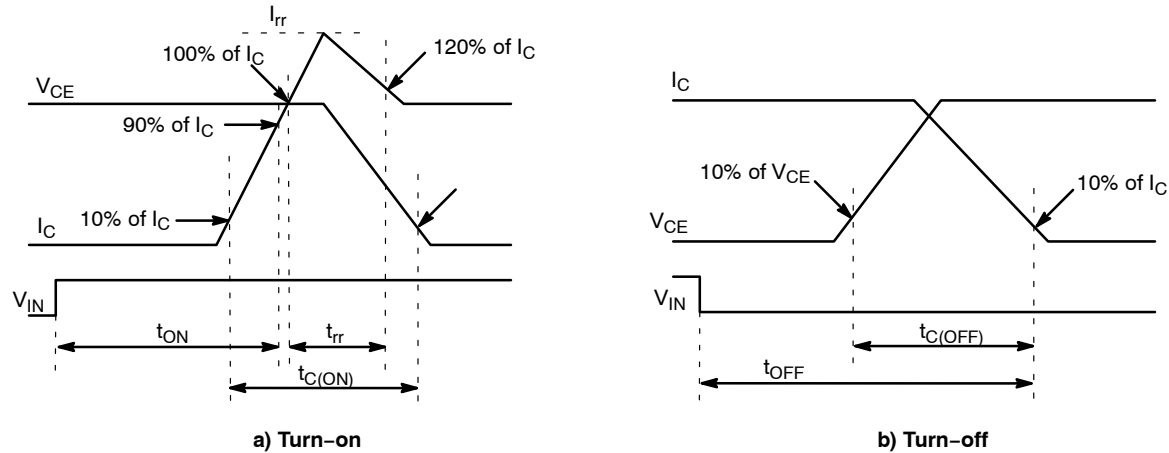

图 3. 开关时间的定义
4. t_{ON} 和 t_{OFF} 包括模块内部驱动 I_C 的传输延迟时间。t_{C(ON)} 和 t_{C(OFF)} 指在内部给定的栅极驱动条件下，IGBT 本身的开关时间。详细信息，请参见图 3。